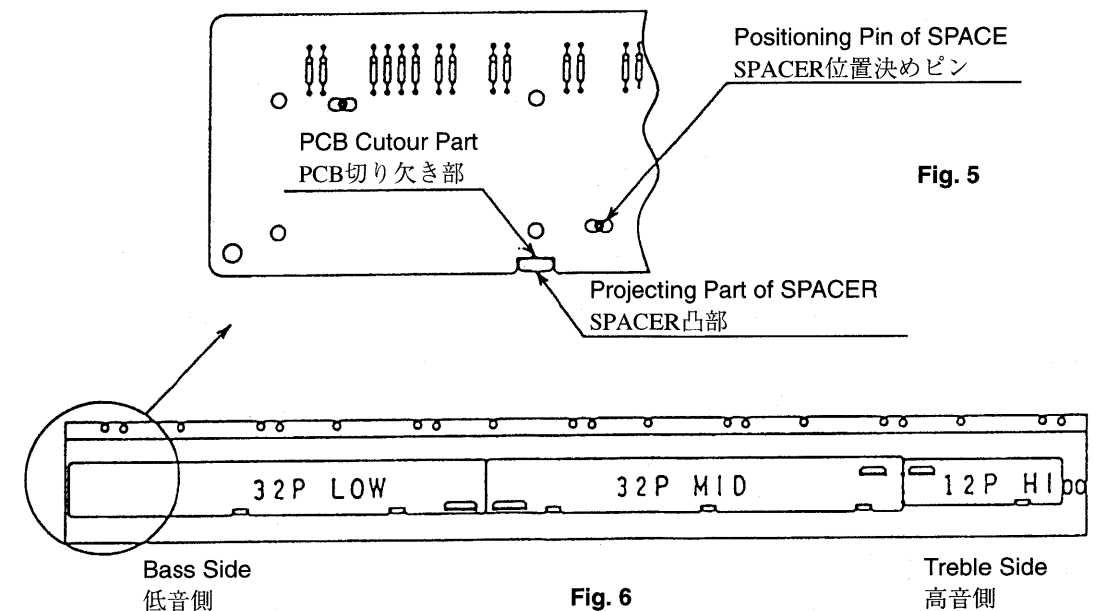

Fig. 6
3) Next, using the cutout part of PCB and the projecting part of SPACER as positioning guide, place PCB so that the positioning pin of SPACER fits into the positioning hole of PCB. (Refer to fig. 5) As fig. 6 shows, PCBs consist of three boards, "LOW" "MID" and "HI".
3) 次に、PCBの切り欠き部とSPACERの凸部を目印として、SPACERの位置決めピンにPCBの位置決め穴がはまるようにPCBをおきます。（fig. 5参照のこと）PCBは、fig. 6で示されるようにLOW、MID、HIの3枚で構成されています。